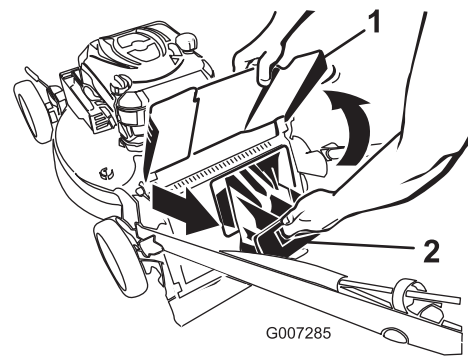

Bild 22
2. Heben Sie das Auswurfblech an und halten es hoch (Bild 22).
3. Ziehen Sie die Heckauswurfklappe ab (Bild 22).